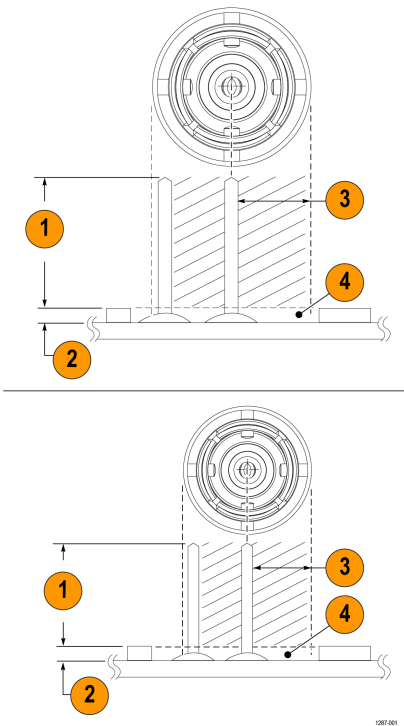

Figura 7: Requisitos de espacio libre de los adaptadores
Los terminales de soldadura pueden instalarse alrededor de un componente instalado en superficie en la placa de circuitos, pero es importante mantener suficiente espacio libre para garantizar una buena conexión eléctrica para el adaptador. Figura 7 en la página 29
3. Si fuera necesario, aplique una pequeña cantidad de adhesivo para fortalecer la conexión con la placa de circuitos. Sin embargo, mantenga la altura del adhesivo a un mínimo para garantizar que el adaptador tiene buen contacto eléctrico. Figura 7 en la página 29